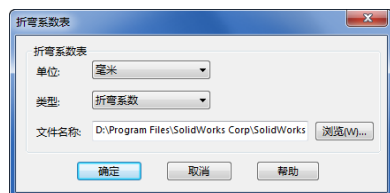

图 6-4 “折弯系数表”对话框
(1) 在零件文件中，选择菜单栏中的“插入”→“钣金”→“折弯系数表”→“新建”命令，会弹出如图 6-4 所示的“折弯系数表”对话框。